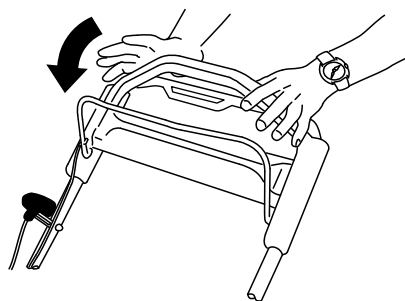

Figure 22
Relâchez la barre de commande des lames (Figure 22).
- Si l'obturateur d'éjection arrière n'est pas installé, saisissez-le par la poignée, relevez le volet arrière et insérez-le dans la goulotte d'éjection arrière jusqu'à ce que le dispositif de verrouillage s'enclenche; voir Figure 22.